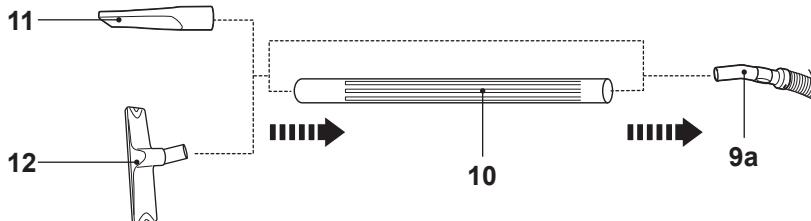

Fig. 15
- > Conecte o(s) tubo(s) de extensão (10) e/ou acessório (11, 12) no manípulo da mangueira (9a), se necessário (Fig. 15).